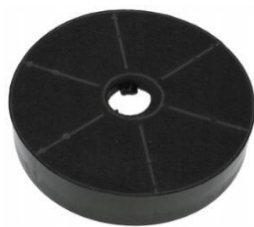
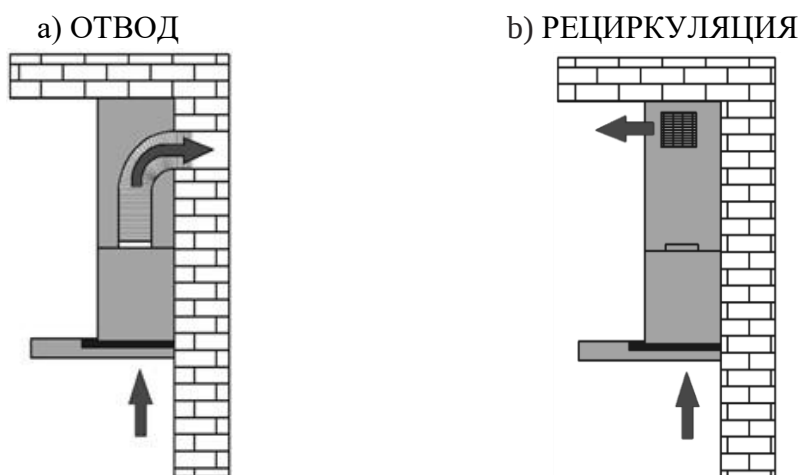

Рис. 5
Рис. 6
- 1)Отвода (рис. 6а) – воздух удаляется из помещения через соединение вытяжки с вентиляционным каналом жестким пластиковым воздуховодом или гофрированным шлангом диаметром 100 мм с применением соответствующего переходника, который входит в комплект вытяжки (для 50/60 см), и 150 мм (для 90 см). И, таким образом, все кухонные испарения, запахи, гарь и копоть, проходя через многоразовые алюминиевые жирособиравшие фильтры, выводятся за пределы помещения. При данном режиме работы нет необходимости устанавливать угольные фильтры. Режим отвода является наиболее эффективным, поскольку вытяжка удаляет все кухонные испарения за пределы кухни в вентиляционную шахту.
- 2)Рециркуляции (рис. 6б) – внутренняя циркуляция воздуха через угольные фильтры (рис. 5). Вытяжка в данном случае не подключается к вентиляционной шахте и, таким образом, воздух просто прогоняется через вытяжку внутри кухни.
В этом режиме на вытяжку должны быть установлены угольные запахоулавливающие фильтры (рис. 5). Эти фильтры не входят в комплект вытяжки и приобретаются отдельно. Угольные фильтры следует менять не реже, чем раз в 3 месяца (в зависимости от интенсивности приготовления пищи). Использование вытяжки в режиме рециркуляции снижает ее производительность.